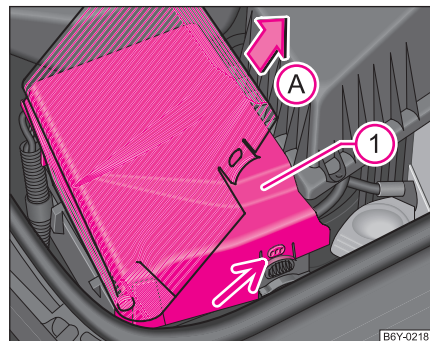

Fig. 146 Compartimentul motor: Bateria
- Apăsați elementele de fixare de pe părțile laterale ale capacului bateriei ① ⇒ pagina 202, fig. 146.